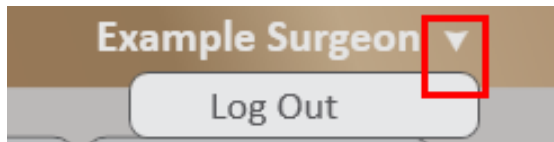

Рисунок 145 Кнопка выхода из системы
На панели в левой части экрана списка пациентов нажмите «**Экспорт пациентов**» (рис. 145). Все файлы данных пациентов будут экспортированы на подключенное устройство USB (карта памяти).
- Сначала необходимо выйти из профиля пользователя, нажав «**Выйти**» в заголовке приложения рядом с именем пользователя (Рисунок 145).